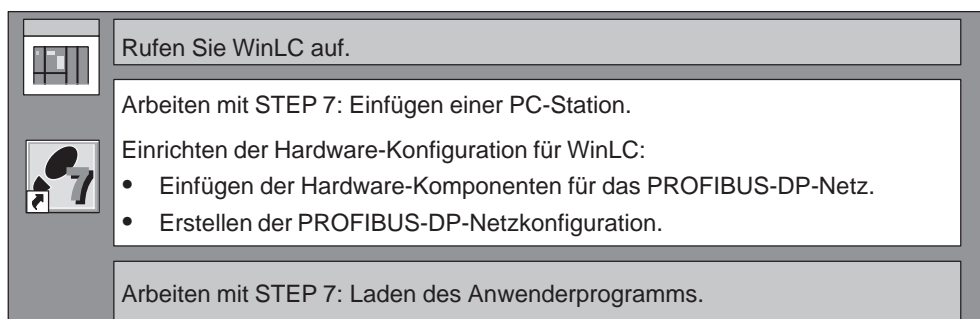

Bild 4-3 Konfigurieren von WinLC mit STEP 7
Die Hardware-Konfiguration definiert die Adressen im Netz und die dezentrale Peripherie (DP) für den WinLC Controller. Außerdem werden die voreingestellten Parameter für den Betrieb angegeben, z.B. die Mindestzykluszeit. Zum Konfigurieren von WinLC arbeiten Sie mit der Programmiersoftware STEP 7 (siehe Bild 4-3):